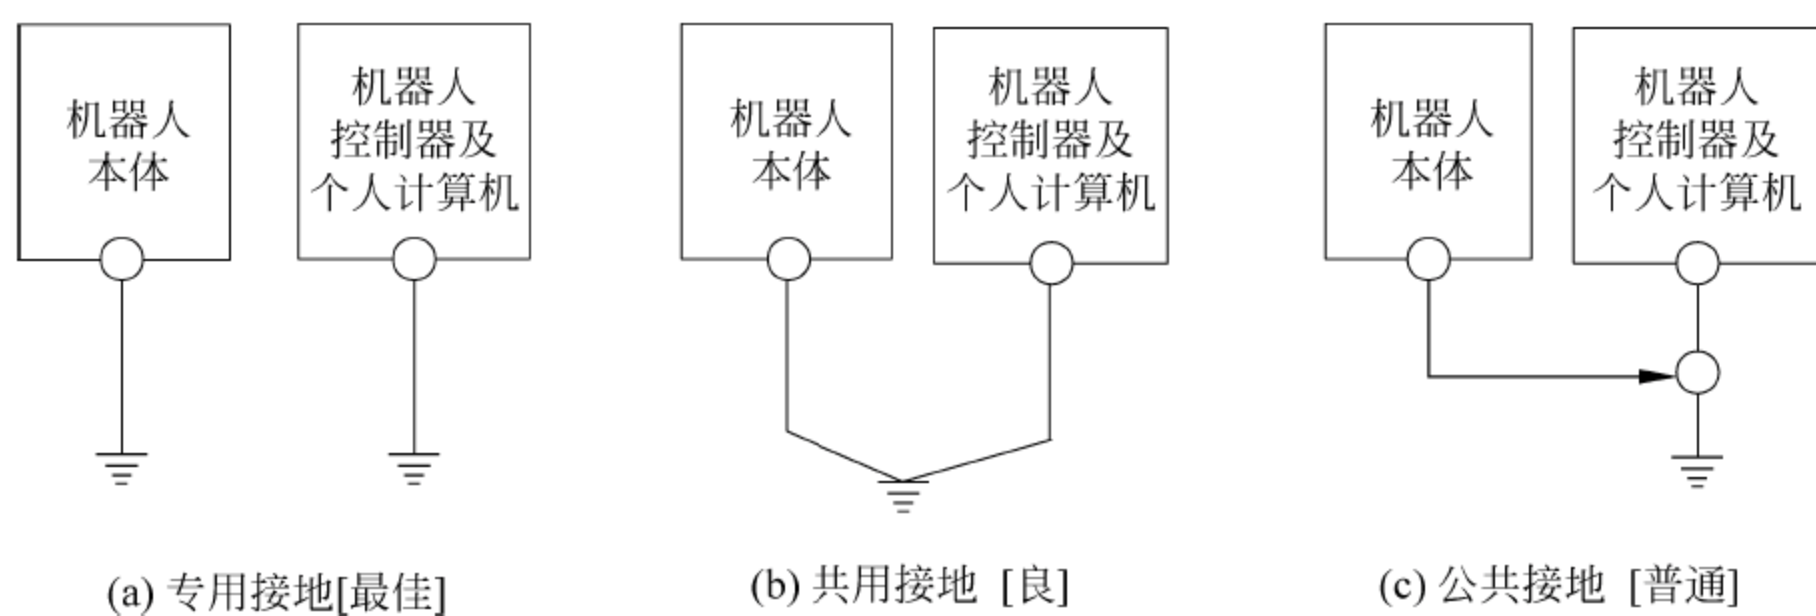

图 2-17 机器人的接地
- (1) 接地方式有如图 2-17 所示的三种方法,机器人本体及机器人控制器应尽量采用专用接地(图 2-17(a))。
- (2) 接地工程应采用 D 种接地(接地电阻 100Ω 以下),以与其他设备分开的专用接地为最佳。
- (3) 接地应使用 AWG #11(4.2mm2)以上的电线。接地点应尽量靠近机器人本体、控制器,以缩短接地用电线的距离。